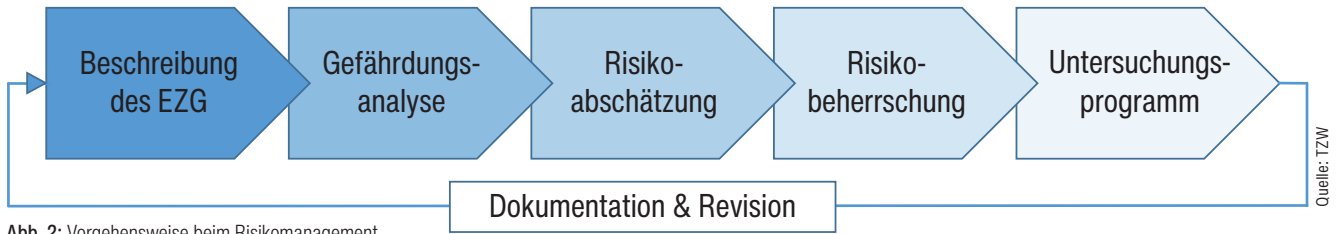

Abb. 2: Vorgehensweise beim Risikomanagement
- Nutzung von Synergien zwischen Gewässer- und Ressourcenschutz: Am Beispiel eines Wasserwerks der badenovaNETZE wird eine Methodik für ein verzahntes Risikomanagement vom Einzugsgebiet bis zur Übergabe an die Verbraucherinnen und Verbraucher erprobt. Dabei werden neue Vorgehensweisen entwickelt sowie Schnittstellen identifiziert, um die beteiligten Behörden optimal einzubeziehen und den erforderlichen Daten- und Informationsaustausch sicherzustellen (Abb. 2 & 3).